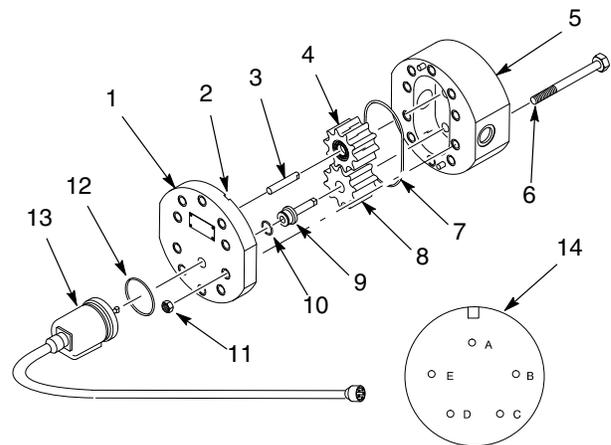

Abb. 3 Typischer Durchflussmesser mit eingeschraubter Welle
1. Siehe Abb. 3. Das Kabel vom elektrooptischen Drehimpulsgeber (13) losschrauben.
1. Siehe Abb. 3. Den Käfig-O-Ring (7) in die Nut der Abdeckung (1) einlegen.
2. Den Drehimpulsgeberwellen-O-Ring (10) auf der Welle des elektrooptischen Drehimpulsgebers installieren.